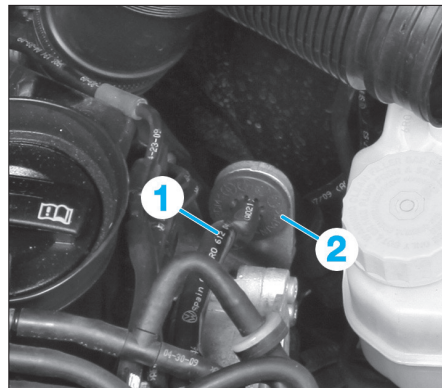

FIG. 3
- le flexible (1) allant du servofrein au moteur (Fig.3),